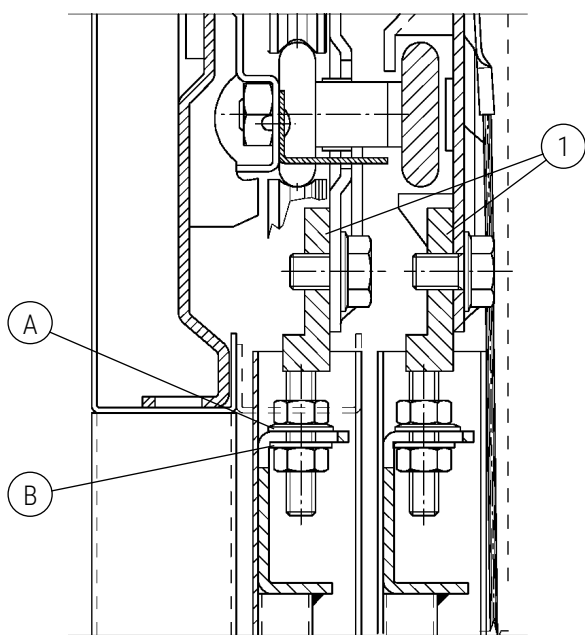

Fig. 3
Type 11/R-L Standard - non habillée : Placer les boulons de fixation du panneau (1) comme indiqué sur la figure 3.